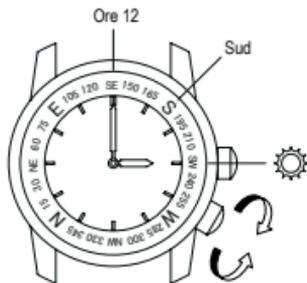

FIG. 2
(2) Al pomeriggio, utilizzando le ore 12 come origine, la "posizione a metà tra le ore 12 e la lancetta delle ore, partendo in senso orario dalle 12" punterà verso sud. Vedere FIG. 2.